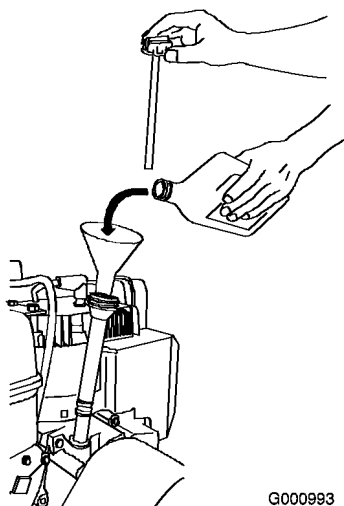

Figura 42
2. Rimuovete l'asta e controllate il livello dell'olio (Figura 42). Se l'olio non raggiunge la tacca Add, occorre rabboccare. Fate riferimento a Rabbocco dell'olio motore.